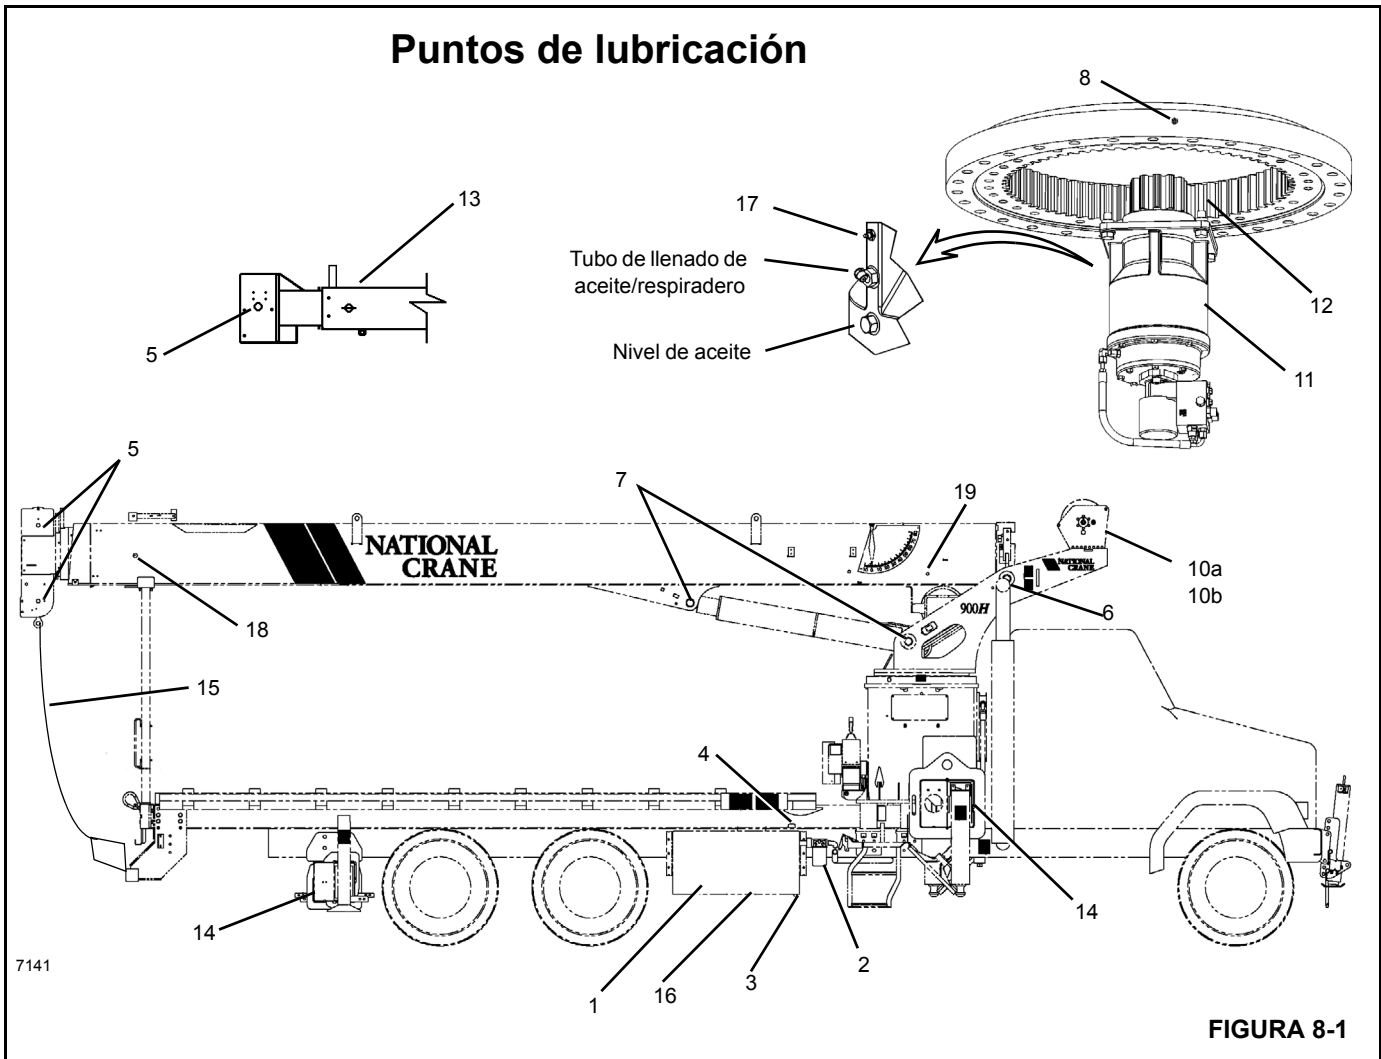

FIGURA 8-1
Los puntos de lubricación y el tipo, intervalo, cantidad y métodos de aplicación de lubricante se describen en la tabla de la página 8-4. Cada punto de lubricación está numerado y este número corresponde al número del índice mostrado en la tabla de lubricación (Figura 8-1). La descripción de los lubricantes y de los símbolos se halla en las tablas siguientes.
2. Lubrique el pasador de las poleas de cable de extensión (18) (Figura 8-1) hasta que salga una cantidad pequeña